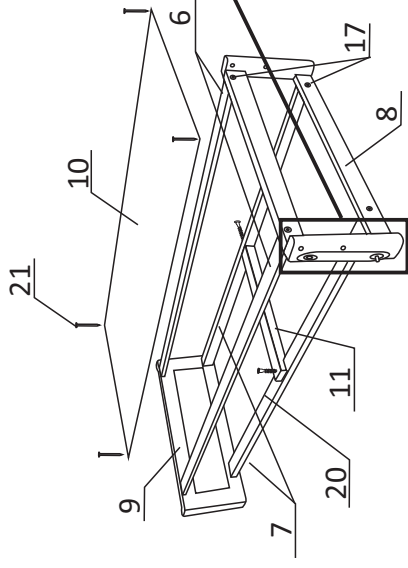

Рисунок 4
5. Собрать боковины каркаса (8,9) с планками каркаса (6,7) на винты (17). Установить планку(11) на винты(20) в отверстия планок каркаса (рис.4).